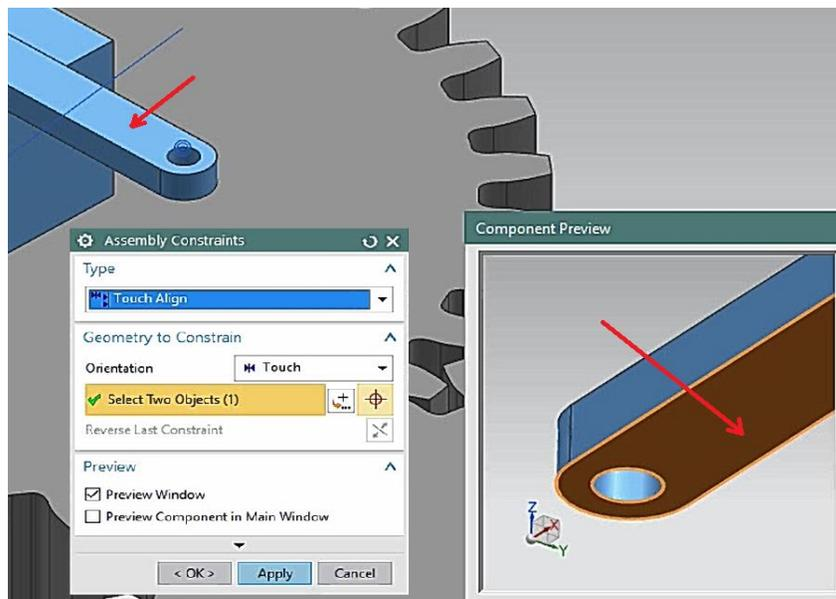

Figura 1.29 Restricción tipo **Touch Align**, cara superior de la biela1a.prt y cara inferior de la barra3b1.prt.
- Agregar una restricción, de tipo **Touch Align** seleccionando **Orientation** → **Touch**. Seleccionando la cara inferior de la barra3b1.prt y la cara superior de la biela1a.prt (Figura 1.29).